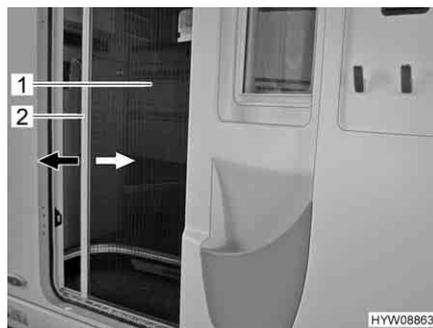

Fig. 34 Protezione contro gli insetti (porta di ingresso)
**Chiusura:** ■ Afferrare la barra di presa (Fig. 34,2) con entrambe le mani ed estrarre con movimento uniforme la protezione contro gli insetti (Fig. 34,1) dall'alloggiamento della porta.
- Afferrare la barra di presa (Fig. 34,2) con entrambe le mani e spingere la protezione contro gli insetti (Fig. 34,1) nell'alloggiamento della porta esercitando una leggera pressione.